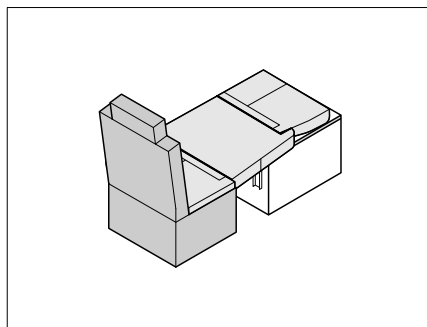

Fig. 227 Posizionamento dei cuscini
- Sistemare il cuscino del sedile e il cuscino aggiuntivo sul tavolo abbassato come illustrato in Fig. 227.